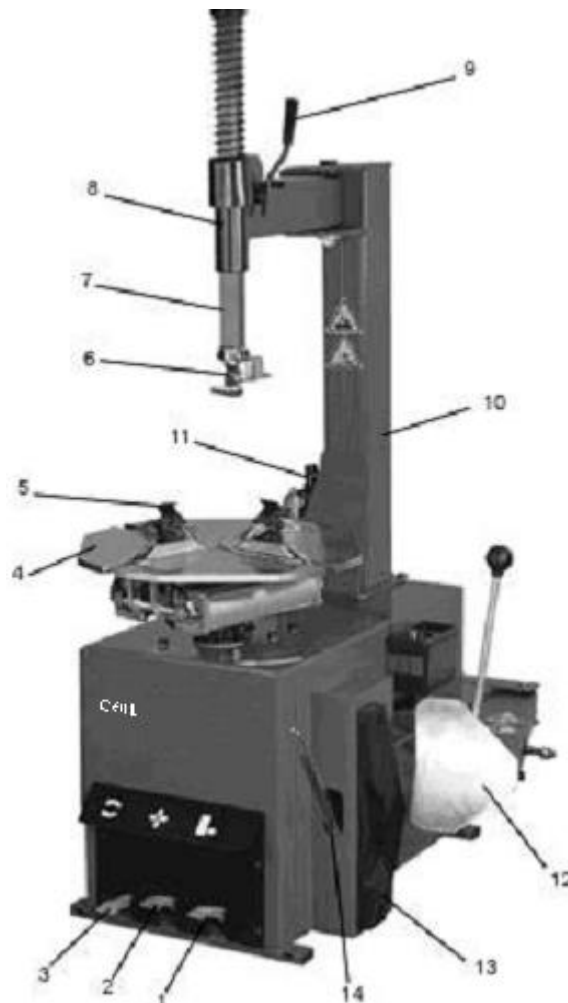

Рисунок .2
6.1.2 Отожмите педаль реверса 3 (рисунок 2) вниз, поворотный стол должен повернуться в направлении часовой стрелки. Отожмите педаль вверх – и поворотный стол должен повернуться в направлении против часовой стрелки.
6.1.3 Нажмите педаль отжима 1 (рисунок 2), чтобы привести в действие отжим. Когда отпустите педаль – отжим должен вернуться в исходное положение.
6.1.4 Нажмите педаль зажимных кулачков 2 (рисунок 2) один раз, чтобы открыть четыре кулачка. Нажмите педаль снова, чтобы закрыть кулачки.
6.3.2 Расположите колесо в сборе ровно на поворотном столе 4 (рисунок 2).
Расположите четыре кулачка 5 (рисунок 2) в соответствии с отметкой, сделанной на поворотном столе, путем отжатия педали зажимных кулачков вниз наполовину 2 (рисунок 2).
6.3.4 Опустите держатель монтажной головки 7 (рисунок 2) пока монтажная головка не окажется рядом с ободом колеса и сверху шины. Затем закрепите держатель монтажной головки в нужном положении, используя зажимную рукоятку.
6.3.6 Двигайте борт шины через монтажную головку, нажимая педаль реверса 3 (рисунок 2).
6.3.7 Удерживая лопатку 14 (рисунок 2), вращайте поворотный стол в направлении часовой стрелки, отжимая до отказа педаль реверса. Продолжайте до тех пор, пока шина не будет полностью отделена от обода колеса.
6.4.2 Закрепите колесо, используя внутреннюю часть кулачков 5 (рисунок 2)
ную рукоятку 8 (рисунок 2) в стороны с закрепленным держателем монтажной головки 7 (рисунок 2).